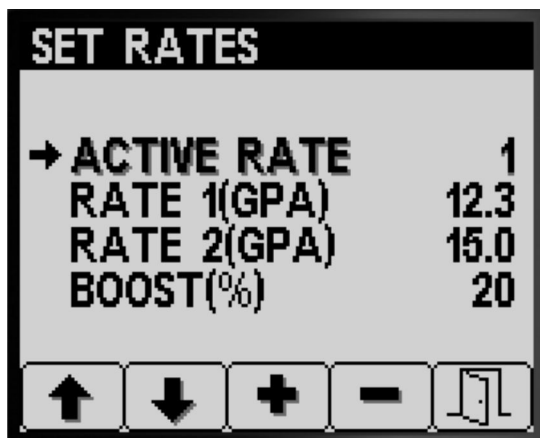

Figura 5
1. Premete il pulsante 1 o 2 per navigare fino all'opzione VOLUME ATTIVO (Figura 5).
2. Premete il pulsante 4 per selezionare la voce VOLUME ATTIVO (Figura 5).
3. Premete i pulsanti 3 o 4 per impostare il volume attivo sul VOLUME 1 o sul VOLUME 2 (Figura 5).